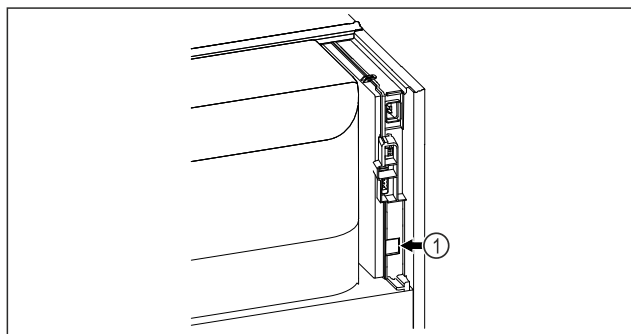

Fig. 73
- Je používán SmartModule Fig. 73 (1).